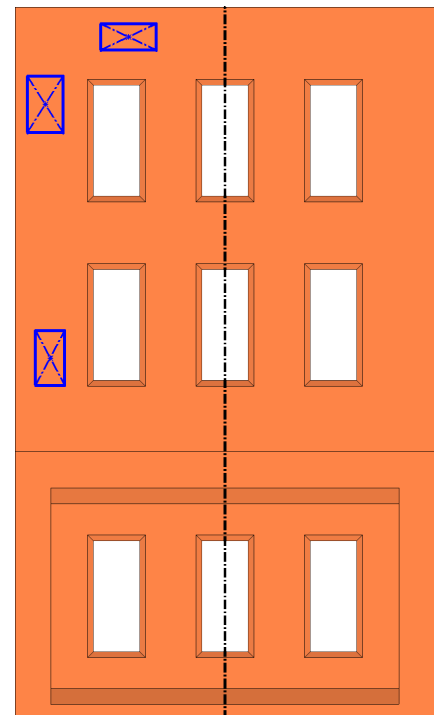

Fig. 56
Step 6. Sketch **3 rectangles**, **Fig. 56**.